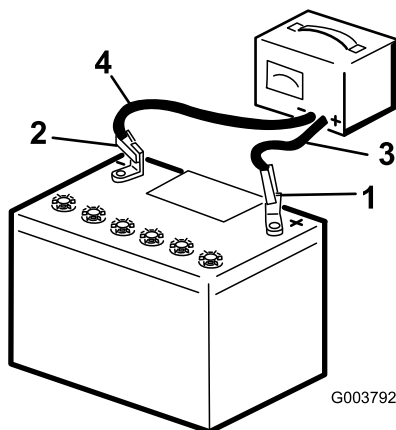

Figure 44
3. Chargez la batterie pendant 10 à 15 minutes entre 25 et 30 A, ou pendant 30 minutes à entre 4 et 6 A (Figure 44). Ne chargez pas la batterie excessivement.
4. Quand la batterie est chargée au maximum, débranchez le chargeur de la prise, puis débranchez les fils du chargeur des bornes de la batterie (Figure 44).